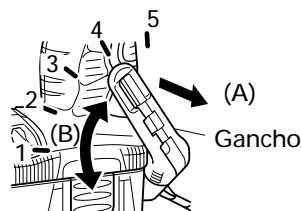

Fig. 5
(1) Operación del gancho
- Extraiga el gancho hacia sí en la dirección de la flecha (A) y gírelo en la dirección de la flecha (B) (Fig. 5).
- (2) La dirección de la luz se puede ajustar dentro del alcance de las posiciones 1 - 5 del gancho (Fig. 5).